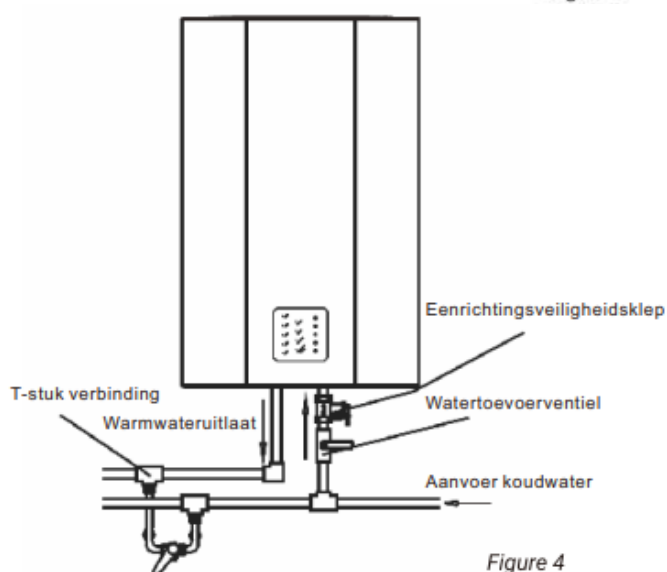

Figure 4
- 1) Wenn Benutzer eine Mehrkanal-Wasserversorgung wünschen, können sie die Wasserleitung gemäß Abbildung 4 anschließen.